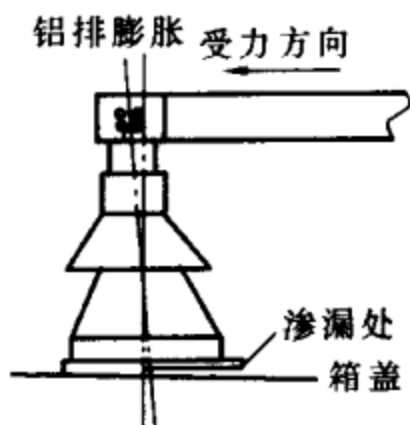
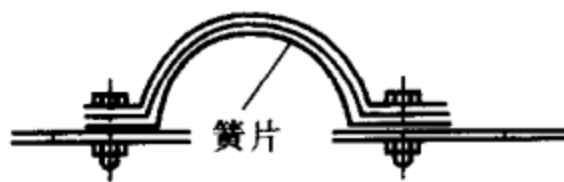

图 1-49 低压套管受力示意图
图 1-50 软连接补偿装置示意图
1) 采用“簧片”连接：配电变压器低压采用铝排引出线时，运行中的铝母线热胀冷缩所产生的机械力无法释放，使低压接线端受力，如图 1-49 所示，在橡皮垫圈处形成漏油的缝隙。因此，对采用铝排引出的低压母线排，必须在母线和套管之间用软连接过渡。软连接补偿装置如图 1-50 所示。簧片数量及螺栓长度选择如表 1-8 所示。